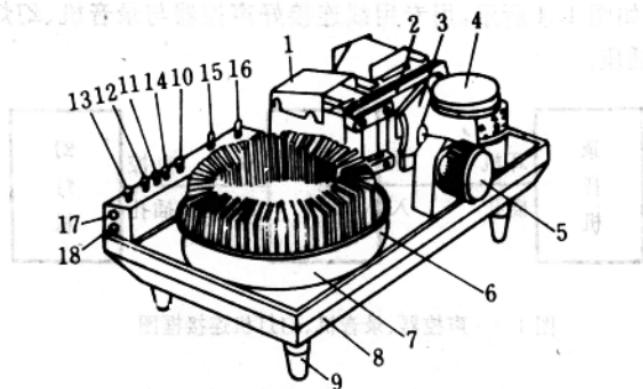

图 1.3 YPS-603 型幻灯机
1. 熟悉 YRS-603 型幻灯机的外型结构和部件功能(如图 1.3 所示)。